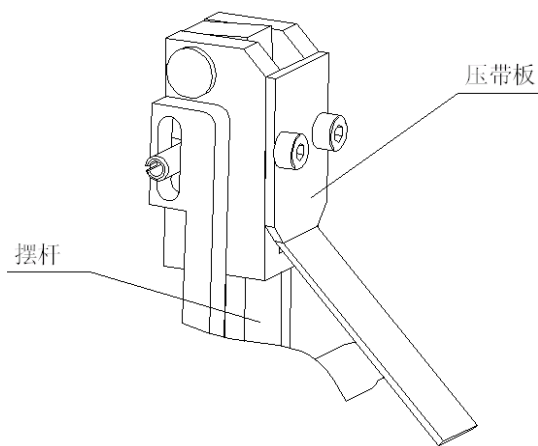

图 6-6
- e. 压带板太低（见图 6-6）：压带板是为穿带方便而设置的，但如果将其调得太低而与摆杆底面间隙太小，以至影响到带子自由进退时，就要产生送带不到位。此时应将压带板适当提高。